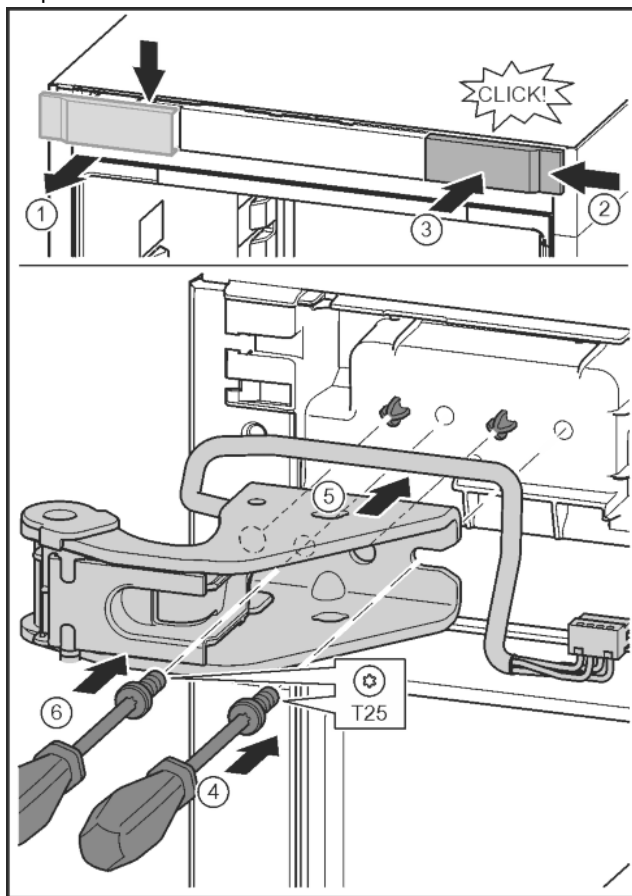

Fig. 32
- ▶ Отпустить крышку и снять скобу. Fig. 32 (1)
- ▶ Навесить крышку, повернув ее на 180°, справа с другой стороны. Fig. 32 (2)
- ▶ Крышку зафиксировать. Fig. 32 (3)
- ▶ Установить винт отверткой T25. Fig. 32 (4)
- ▶ Установить верхний опорный кронштейн. Fig. 32 (5)
- ▶ Затянуть винт. Fig. 32 (4)
- ▶ Вставить и затянуть винт отверткой T25. Fig. 32 (6)